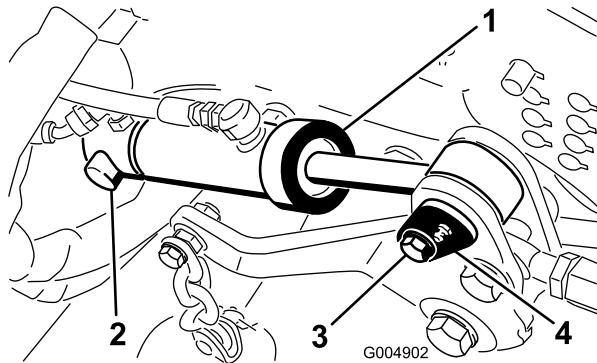

Figure 89
45. Montez l'arrière du vérin de levage du plateau sur l'axe de pivotement et fixez-le en place avec la bague de retenue (Figure 89).
46. Fixez l'avant du vérin de levage au cadre du plateau de coupe avec la goupille et la vis (Figure 89).